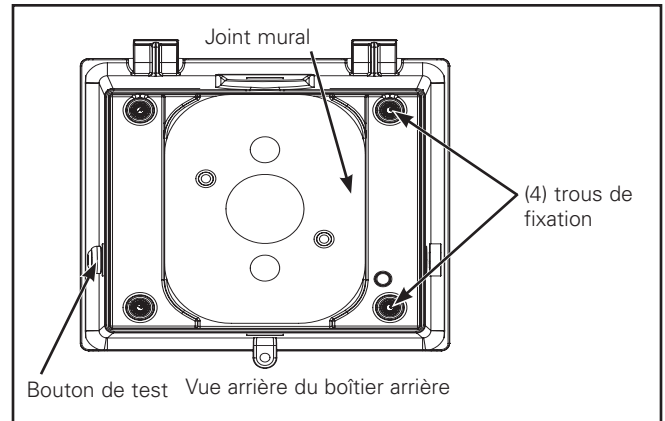

Figure 1.
2. Placez le boîtier arrière à l'envers sur une surface solide. Percez les quatre trous de fixation avec le foret de 7 mm (9/32 po). (Figure 1.)